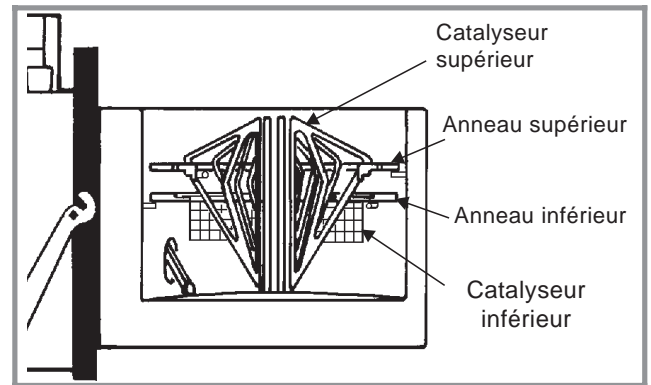

Fig. 16 - Coupe schématique du pot de combustion
- Vérifier le bon positionnement des pièces internes du brûleur (fig. 16).